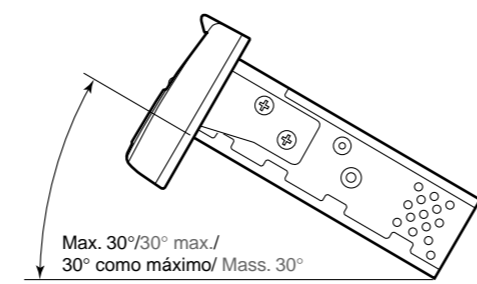

Figure 2 / Figure 2 / Figura 2 / Figura 2
- Install the unit within 30° of the horizontal plane. (Figure 2)
- Installez l'appareil dans un rayon de 30° maximum par rapport à l'horizontale. (Figure 2)